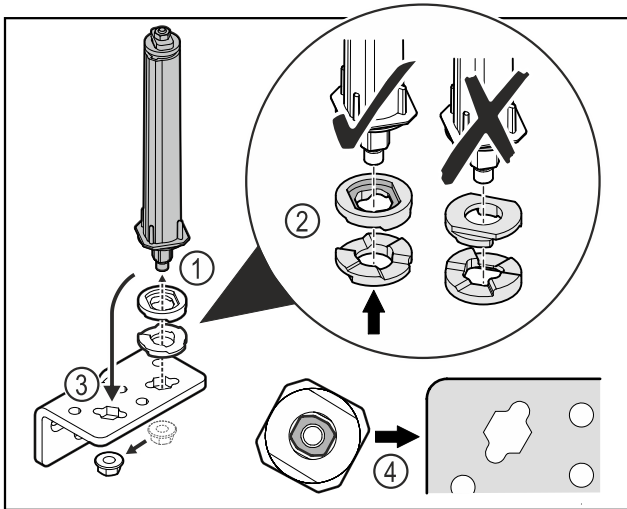

Fig. 40
- ▶ Λύστε το παξιμάδι και αφαιρέστε το σύστημα κλεισίματος πόρτας Fig. 40 (1).
- ▶ Βεβαιωθείτε για τη σωστή ευθυγράμμιση των ροδελών ρύθμισης ύψους Fig. 40 (2).
- ▶ Μεταφέρετε το σύστημα κλεισίματος πόρτας στη γωνία μεντεσέ και στερεώστε με το παξιμάδι Fig. 40 (3).
- ▶ Κατά την τοποθέτηση βεβαιωθείτε για τη σωστή ευθυγράμμιση του συστήματος κλεισίματος πόρτας Fig. 40 (4).